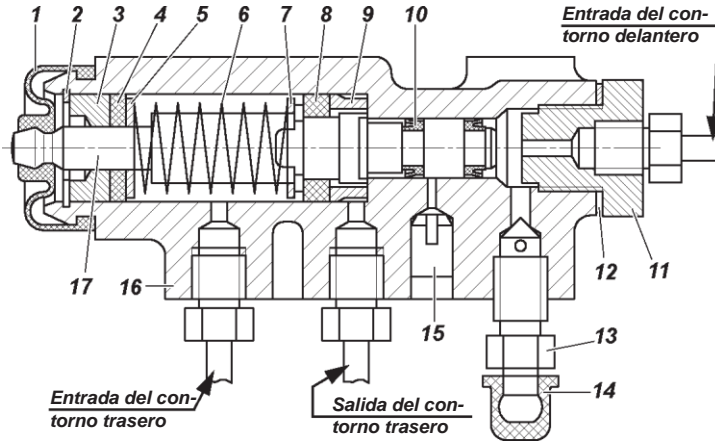

Fig. 9.24 Regulador de presión:
**Regulador de presión.** En los vehículos equipados con el sistema antibloqueo de frenos viene instalado el regulador de presión (fig. 9.24) que garantiza la distribución uniforme de las fuerzas de frenado entre las ejes del vehículo y no permite que las ruedas traseras queden bloqueadas antes de las delanteras. Durante el mantenimiento controle la capacidad de trabajo del regulador de presión. Limpie el regulador y compruebe que esté bien fijado. Revise que el regulador y los elementos de su accionamiento no presenten roturas, fugas de líquido de freno ni juegos en la unión del apoyo con la palanca elástica y la consola en el puente trasero.
Al pisar el pedal de freno el émbolo 17 (fig. 9.24) del regulador de presión debe salir de la carcasa unos 1,7–2,3 mm. Si el émbolo no se mueve, o su movimiento es demasiado o insuficiente, esto indica que hay defectos en el regulador o en su accionamiento.
3. Enrosque el perno 3 hasta que entre en contacto con la cola del émbolo 17 (fig. 9.24) del regulador.